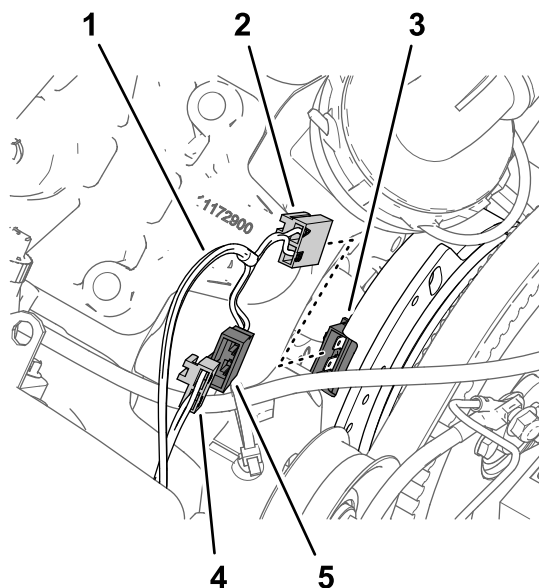

Figura 167
2. Conecte el conector de 2 pines del arnés de cables del kit (84 cm) marcado PUMP CLUTCH al conector hembra de 2 vías del arnés de cables de la máquina marcado SPRAY PUMP COIL (Figura 167).
3. Conecte el conector hembra de 2 vías del arnés de cables del kit marcado PUMP CLUTCH al conector de 2 pines del alternador (Figura 167).